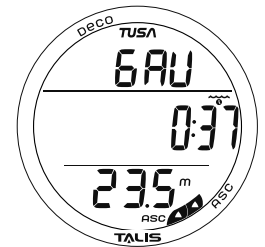

Abb. 83 - GAUG-TAUCHGANG-HAUPT
**GAUG-Tauchgang-Hauptdisplay Informationen beinhalten (Abb. 83):**